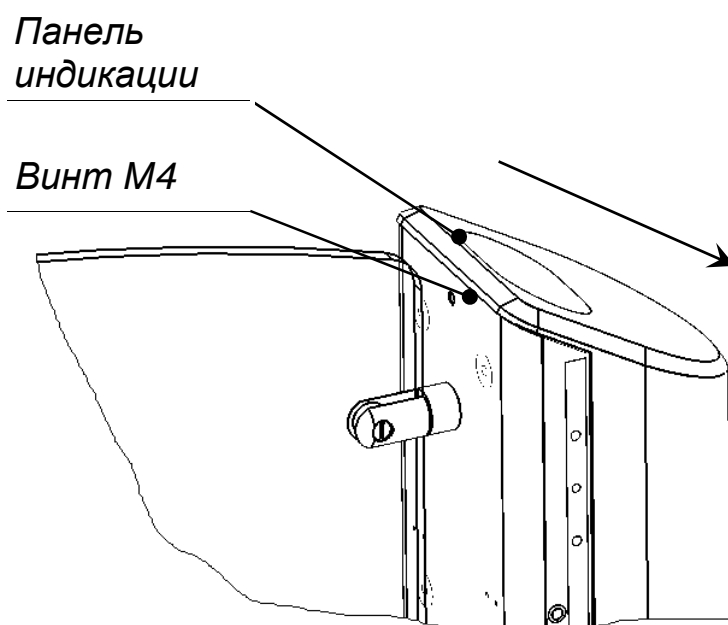

Рис. 17.
6.5.1. Снимите декоративную заглушку и открутите винт М4 на задней стенке картоприемника (рис. 17).
6.5.2. Сдвиньте панель индикации картоприемника до упора в направлении, указанном на рис. 17. Аккуратно поднимите панель.